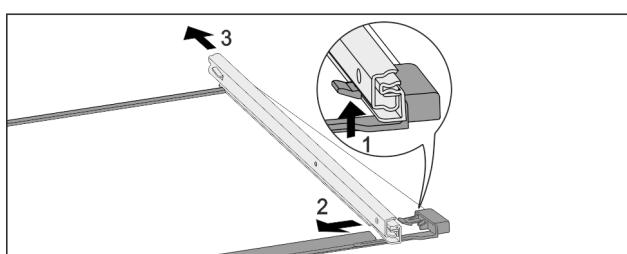

Fig. 177 Glasplatte mit Schienen
- Vorderen Rasthaken nach oben drücken. Fig. 177 (1)
- Auszugsschiene zur Seite Fig. 177 (2) und nach hinten Fig. 177 (3) wegschieben.